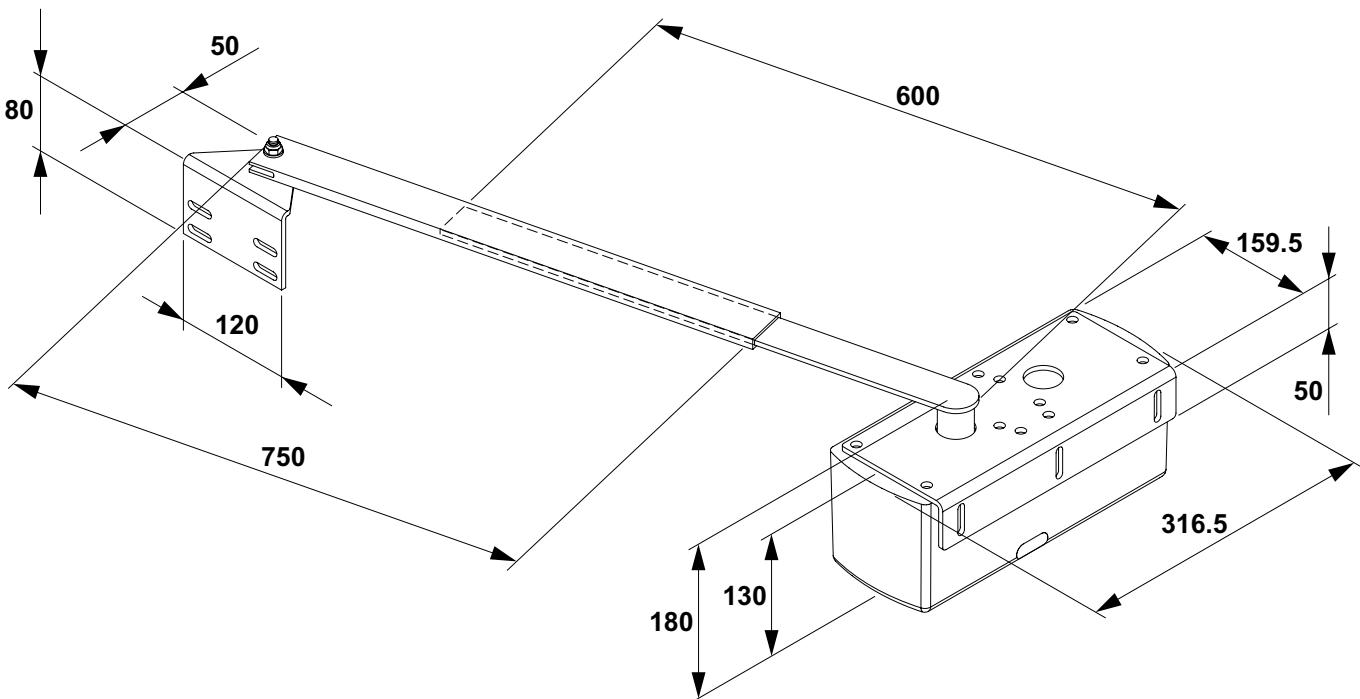

Fig.1
1. Ingombri e misure di max (fig.1)
1. Overall dimensions (fig.1)
1. Richtraumbedarf und -Maße (Bild 1)
1. Encombrements et dimensions (fig.1)
1. Volumes y acotaciones (fig.1)